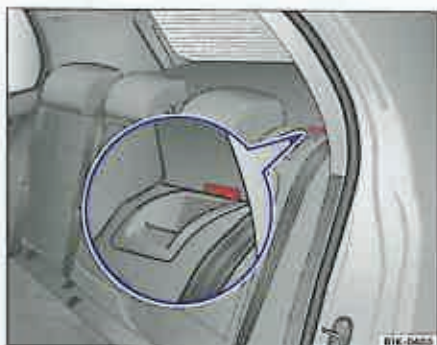

Fig. 73 Bancheta din spate: Blocarea spătarului.
– Pliati spătarul în spate și apăsați-l ferm în elementul de blocare. Marcajul de culoare roșie nu trebuie să se vadă ⇒ fig. 73.
- Bancheta din spate trebuie să fie bine fixată pentru ca la frânări bruște, obiectele să nu ajungă din spațiul de bagaje în față. Un marcaj de culoare roșie în dispozitivul de deblocare ⇒ fig. 73 semnalizează faptul că spătarul nu este bine fixat; când spătarul scaunului este bine fixat, marcajul nu se observă.